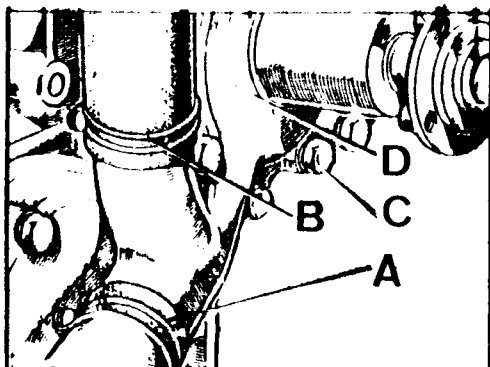

Fig. A3-21 Desmontaje de la bomba de agua
- 1.5. Desconectar los manguitos, A y B (Fig. A3-21). Desmontar los tornillos, C, de fijación de la bomba y extraer la bomba, D, con su junta.
- 2.1. Instalar una nueva junta, de la bomba de agua, aplicándole una capa de grasa por ambas caras. Instalar la bomba de agua, D, fijándola con sus tornillos, C, (Fig. A3-21) y montar los manguitos, A y B, fijados con sus bridas.